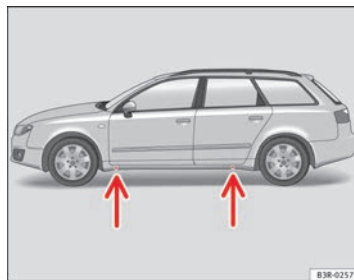

Abb. 194 Radwechsel:
- Suchen Sie den **Aufnahmepunkt** am Unterholm, der dem defekten Rad am nächsten liegt ⇒ Seite 269, Abb. 194 -Pfeile-.
Am Unterholm kennzeichnen jeweils vorn und hinten Eindrückungen die Stellen, an denen der Wagenheber angesetzt werden darf ⇒ Seite 269, Abb. 194 -Pfeile-. Es gibt für jedes Rad genau *eine* Stelle. An anderen Stellen darf der Wagenheber nicht angesetzt werden.